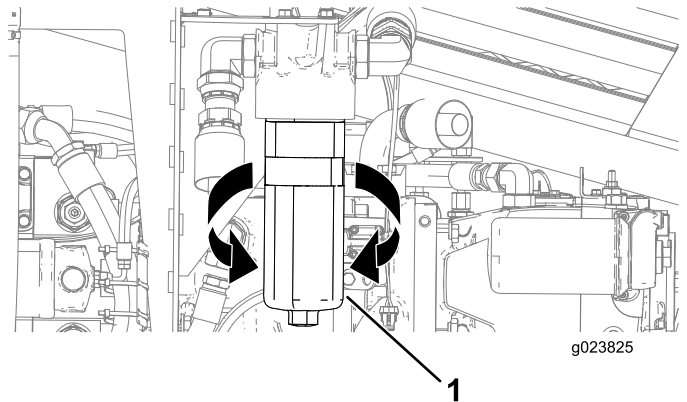

Figura 152
3. Coloque un recipiente de drenaje o varios trapos debajo del filtro de carga (Figura 152).
4. Gire el filtro hidráulico de alta presión en sentido antihorario y retire el filtro (Figura 152).
6. Alinee el filtro hidráulico de alta presión con su asiento, y gírelo en sentido horario hasta que el par de apriete llegue a 61 N·m (45 pies-libra), según se muestra en Figura 152.